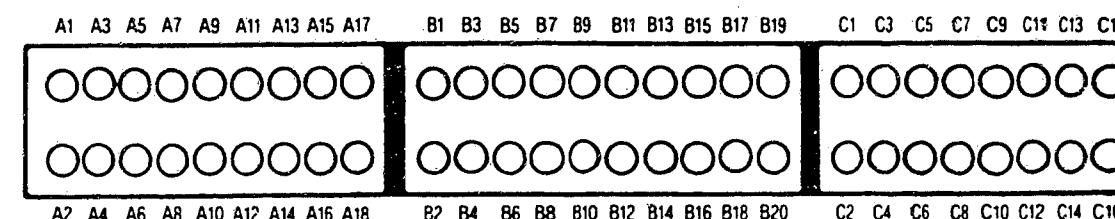

Bild 22 Plan der Anschlussklemmen.
Bild 20 Die Lage des Steuergerätes, dessen LED-Anzeige auch ohne Entfernung der Abdeckung (1) zugänglich ist. Das Schema rechts zeigt die Art der Blinkcodes. 1 Abdeckung – 2 LED – 3 Steuergerät – 4 Prüfkabelbaum – 5 Anschlussklemmen (Bezeichnungen siehe Bild 22) – 6 Digitales Messgerät (Ohm- oder Voltmeter) – E Einzelprobleme – M Mehrfachprobleme